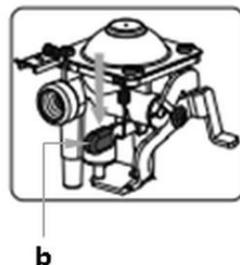

Fig. 5
- ajuste o regulador rotativo (17) na posição DESL. (16);
- abra a tampa do suporte para cartucho (6);
- pressione a alavanca de bloqueio do cartucho (20) para a posição UNLOCK (14) e retire o cartucho de gás (7);
- fixe o regulador rotativo (17) na posição de ignição (18) para libertar a sobrepressão na válvula;
- pressione para baixo a alavanca de reset (b) com a tampa de borracha vermelha (Fig. 5);
- ajuste a alavanca de bloqueio do cartucho (20) na posição FUEL LOCK (13);
- depois de certificar-se de que a alavanca de bloqueio do cartucho (20) se encontra na posição UNLOCK (13), insira um novo cartucho de gás no suporte para cartucho (8). Se um novo cartucho de gás não estiver disponível, o cartucho de gás retirado deve ser arrefecido com água.